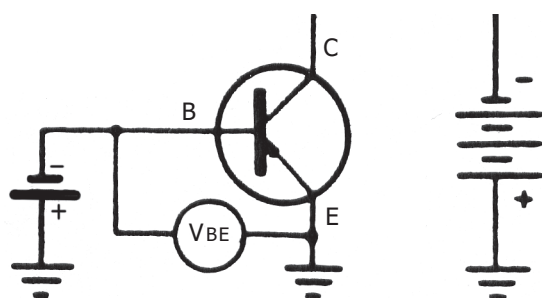

Fig. 35
- tensão de base a emissor (denominada de  $V_{BE}$ ). (Fig. 35)